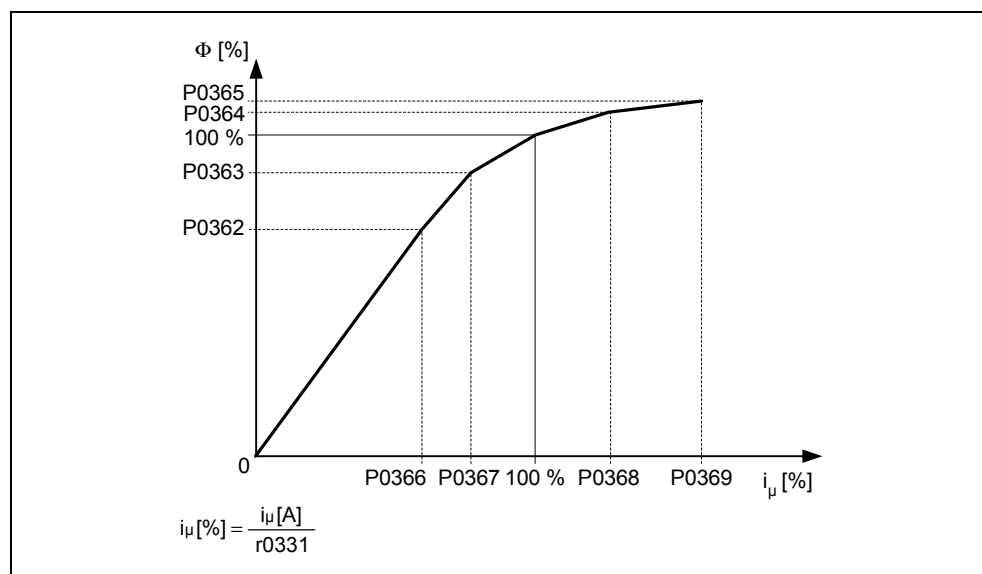

Figura 3-27 Curva de magnetización
- Curva de magnetización (véase Figura 3-27) → P1910 = 3